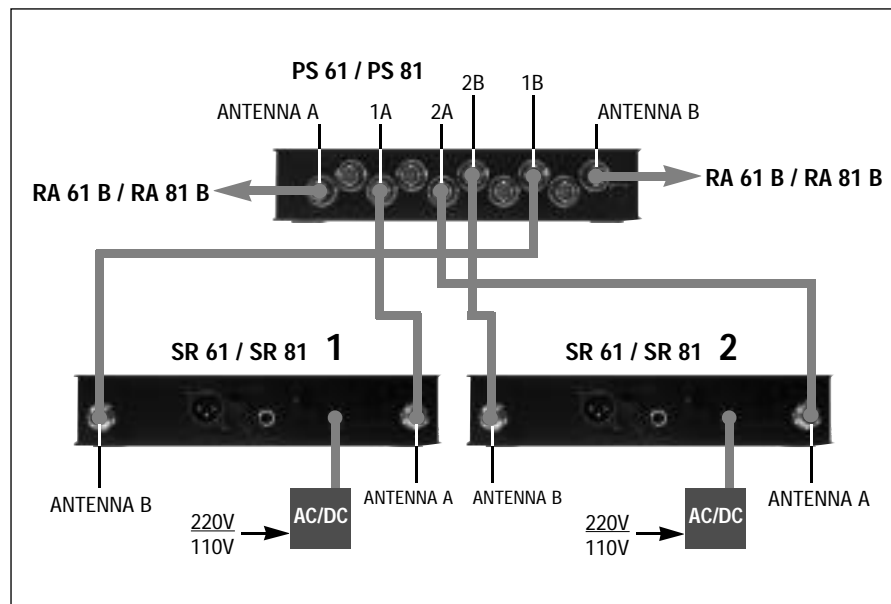

Abb. 6: Verkabelung einer 2-Kanal-Anlage
1. Verbinden Sie mittels BNC-Kabeln (optional - s. Punkt 2.3) je einen Empfänger mit den Ausgängen 1A, 1B und 2A, 2B (s. Abb. 6).
2. Verbinden Sie die übrigen Ausgänge des Power-Splitters mit den ANTENNA-Eingängen der Empfänger genauso wie in Abb. 6 dargestellt.
1. Verbinden Sie mittels BNC-Kabeln (optional) die Ausgänge des Power-Splitters mit den ANTENNA-Eingängen der Empfänger wie in Abb. 6 dargestellt.